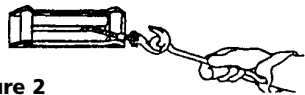

Figure 2
7. NE TREUILLEZ JAMAIS AVEC MOINS DE 5 TOURS de câble AUTOUR DU TAMBOUR DU TREUIL puisque l'attache du câble NE résistera PAS à la charge. Le câble métallique de votre treuil X9 comporte une "bande indicatrice d'avertissement" de 3 mètres de longueur, peinte en rouge, à chaque extrémité du câble. Cet indicateur d'avertissement du côté du treuil vous prévient que le câble arrive à 5 tours sur le tambour ou qu'il reste moins de 5 tours. "L'indicateur d'avertissement" du côté du crochet vous prévient que le crochet se rapproche du treuil. SERVEZ-VOUS TOUJOURS DE LA BARRE PROTÈGE-MAINS pour guider l'enroulement ou le déroulement du câble (Voir Fig. 2). Au cours de l'utilisation de votre treuil, la peinture rouge s'usera à la suite de l'usure normale. Lorsque cela se produit, repeignez la bande. **Il s'agit d'une fonction de sécurité du treuil.**